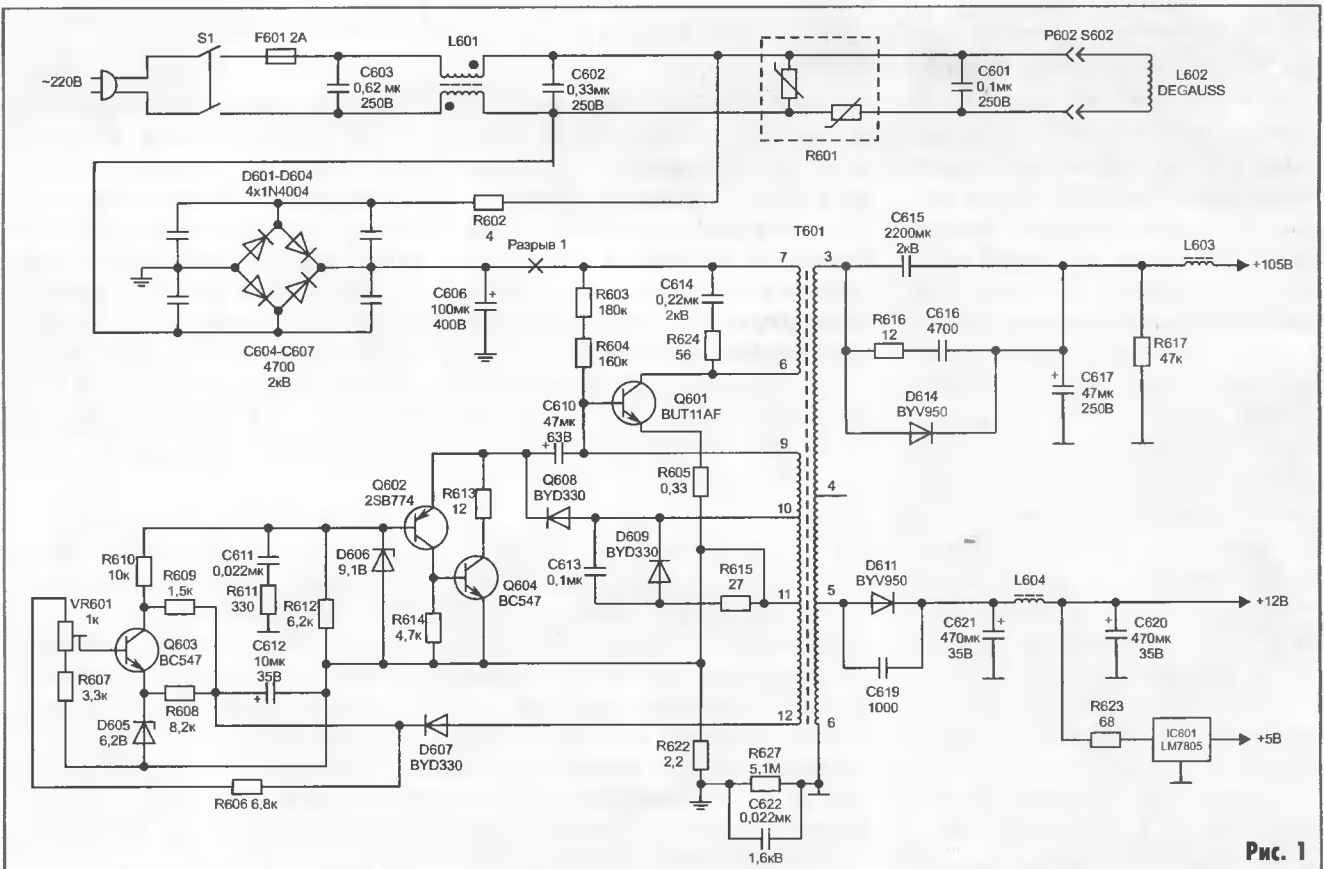

Рис. 1
1.1. Сетевой предохранитель F601 (рис. 1) перегорает